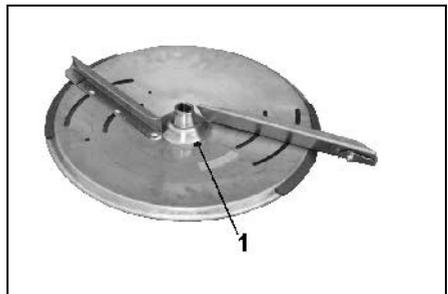

Fig. 32
- Streuscheibe derart verdrehen, dass das Scheibenloch  $\varnothing$  8 mm (Fig. 32/1) zur Maschinenmitte ausgerichtet ist.